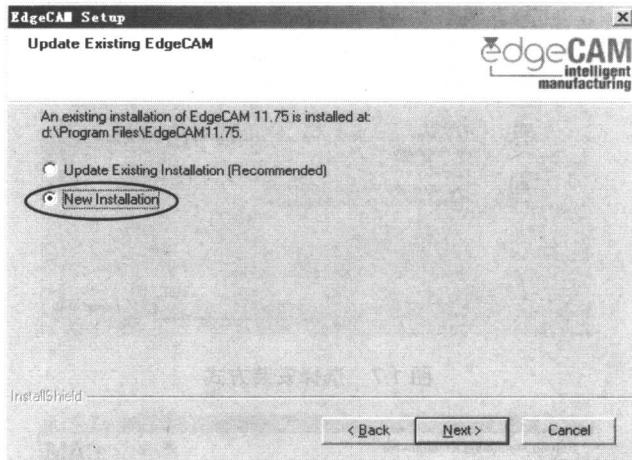

图 1.5 点选【New Installation(全新安装)】单选钮
- (5) 在新打开的对话框中有两个选项：【Update Existing Installation(升级已存在的软件)】和【New Installation(全新安装)】，如图 1.5 所示。这里点选【New Installation(全新安装)】单选钮，单击【Next(下一步)】按钮。